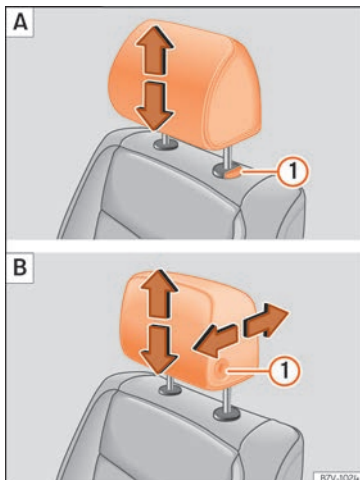
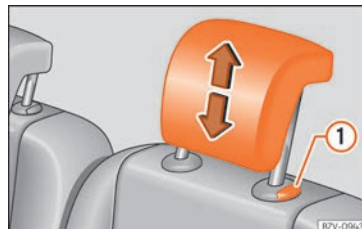

Fig. 131 Asiento delantero: regulación del apoyacabezas.
Fig. 132 Ajuste del apoyacabezas de la segunda o tercera fila de asientos.
- Desplace el apoyacabezas hacia arriba o hacia abajo en el sentido de la flecha correspondiente. En el caso de los apoyacabezas delanteros tanto para subir como para bajar debe presionar el botón » fig. 131 ①; en el caso de los traseros solo necesita presionar la tecla » fig. 132 ① para bajarlos » **Δ** en Introducción al tema de la pág. 145.
- Desplace el apoyacabezas hacia delante o hacia atrás en el sentido de la flecha correspondiente a la vez que presiona la tecla » fig. 131 ① **B**.